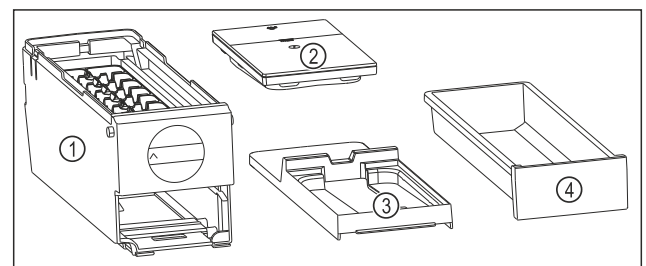

Fig. 133 Bestanddelen van de EasyTwist-Ice
- ▷ EasyTwist-Ice is in vier delen gedemonteerd. (zie Fig. 133)
- ▶ EasyTwist-Ice alleen in afgebeelde bestanddelen demonteren. (zie Fig. 133)
- ▶ EasyTwist-Ice-corpus Fig. 133 (1) als geheel reinigen.